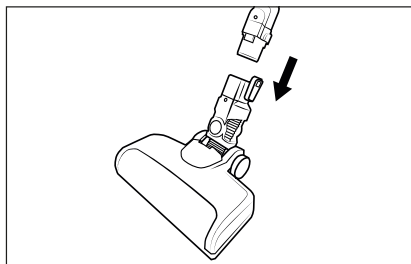

Fig. 2
- 2) Infilare il tubo di aspirazione **24** nella spazzola per pavimenti **22** fino a quando non si innesta in posizione con un clic (vedere fig. 2).